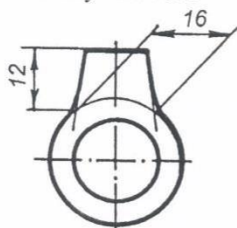

Рисунок 1.19
- якщо треба показати координати вершини скруглюваного кута або центр дуги скруглення, то виносні лінії проводять від точки перетину сторін скруглюваного кута чи центра дуги скруглення (див. рис. 1.19).